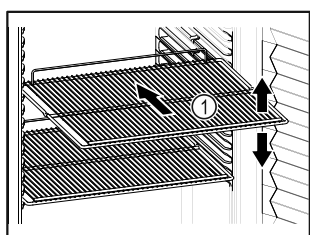

Fig. 61 Représentation à titre d'exemple
- ❑ Lorsque les grilles de support Fig. 61 (1) peuvent être déplacées, changez leur position en fonction de la hauteur des aliments.